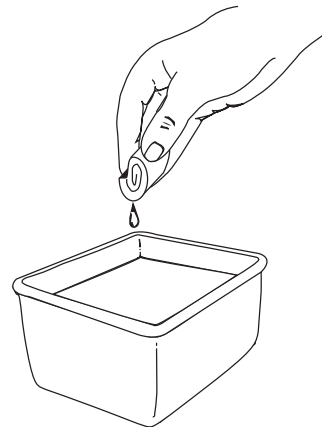

Fig. 23
3. Lavez le filtre avec un détergent et de l'eau (Fig. 23). Rincez-le consciencieusement. Egouttez-le. Laissez-le sécher complètement.